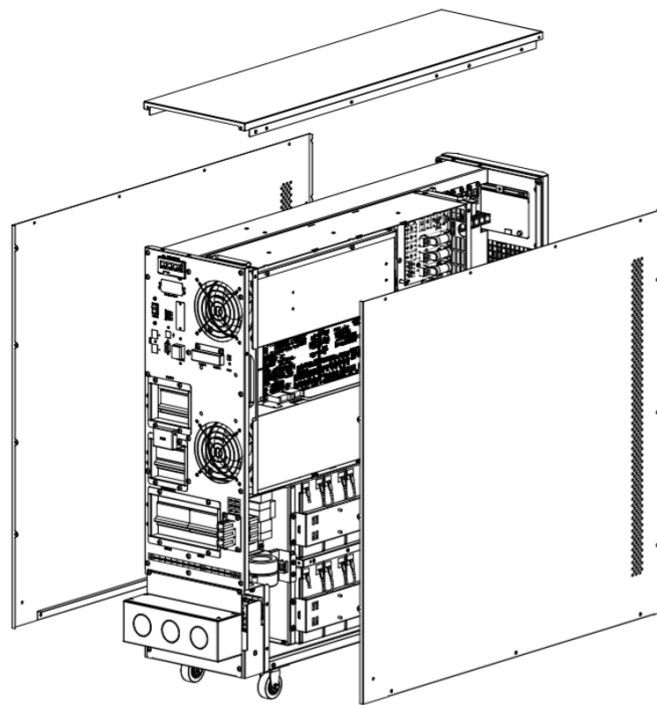

Figura 3-7: Retire las placas superior, derecha e izquierda.
2. Retire las placas superior, derecha e izquierda (Figura 3-7).